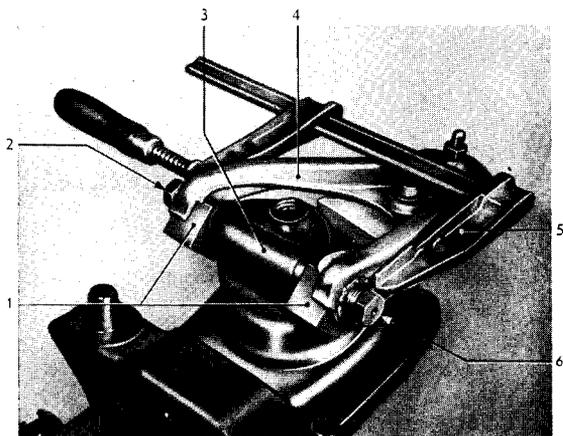

Bild 40 – Lenker vorgespannt
6. Obere Lenker-Vorspannstücke (40/1) zwischen Achskörper (40/3) und Lenker (40/4) links wie rechts so weit wie möglich einschieben und mit Schraubzwinde so spannen (Bild 40), daß Vorspannstücke gerade festsitzen. Die Vorspannstücke sind so einzusetzen, daß jeweils die Aussparung zur Gewindebuchse zeigt.